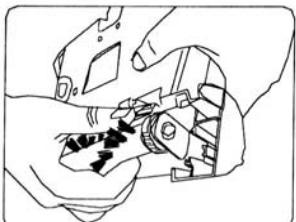

Fig. 13
- Levante el extremo del cepillo y el tope fuera de la ranura. (Fig. 13).
- Inserte el otro extremo del cepillo en la ranura. (Fig. 13).